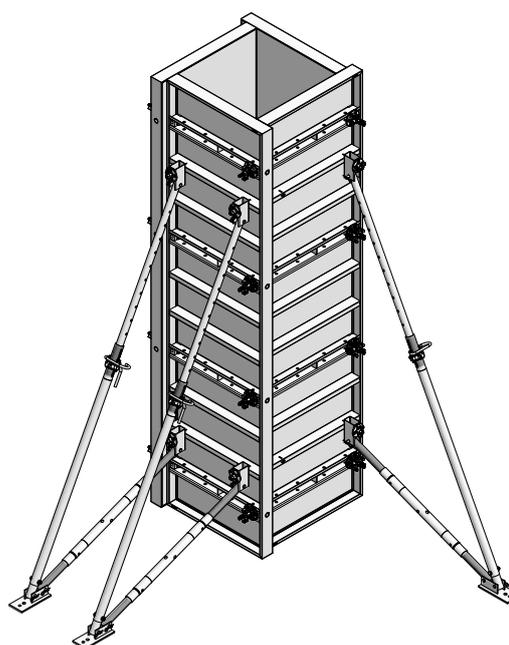

Abb. 42.3
6. Zweite Elementeinheit mit 2 EA/AF-Kranhaken aufrichten und mit Spannschrauben M350/EA an der ersten Elementeinheit anschrauben (Abb. 42.3).